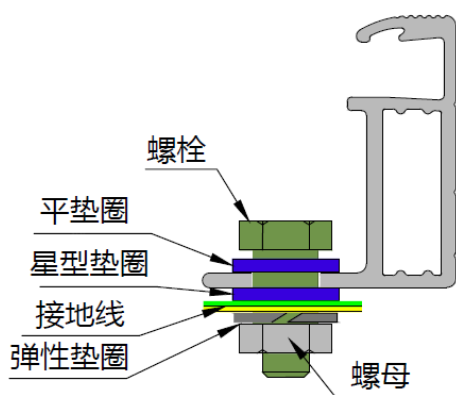

图 9 螺栓接地图
- 组件背面边框的长边靠边缘部有直径为 4mm 的接地孔；根据 IEC 61730-1:2023 标准，边框上的接地孔标有典型的接地符号（ $\perp$ ）。该孔只可用于接地，因此不能用于组件安装。这种方法包括螺栓、平垫圈、起始垫圈、垫圈和螺母，见图 9。安装接地时应拧紧螺栓，组件边框不得额外打孔；